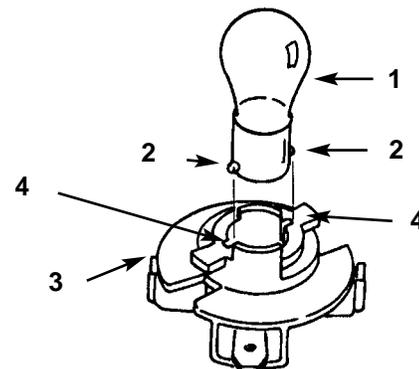

Bild 20
1. An beiden Seiten ihrer Unterseite hat die Birne Metallstifte. Diese mit den Auskerbungen in der Birnenfassung abstimmen und die Birne in die Fassung eindrücken (Bild 20). Die Birne unter Druck im Uhrzeigersinn bis zum Anschlag drehen.